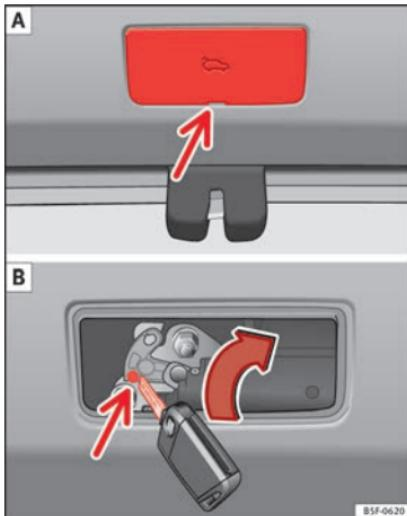

Fig. 7 Particolare del bagagliaio: accesso al dispositivo di sblocco di emergenza.
- Estrarre lo sportellino inserendo un cacciavite nella fessura » fig. 7 A.
- Introdurre la chiave nel foro apposito e ruotarla nel senso della freccia fino a liberare il fermo » fig. 7 B.